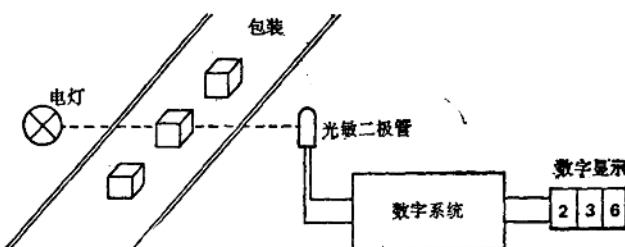

图 1-20
6. 图 1-20 示出了一个计算传送带上包装箱个数的电路方框图。